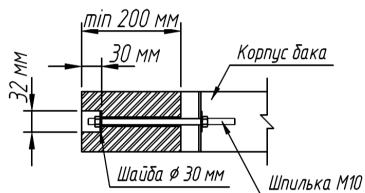

Рис. 4
- 2 Определите место установки обливного устройства с учетом его веса, габаритов и несущей способности стены, на которую оно будет установлено, разметьте места установки анкеров для подвеса обливного устройства (см. рис. 4). (Анкера в комплект поставки не входят, и подбираются потребителем самостоятельно в зависимости от толщины стены на которую будет смонтировано обливное устройство)
- 4 Установите поплавковый клапан в бак обливного устройства как показано на рис. 4
- 5 Надежно закрепите обливное устройство на стене при помощи 4 анкеров из шпильки M10 с гайками (см. рис. 4)